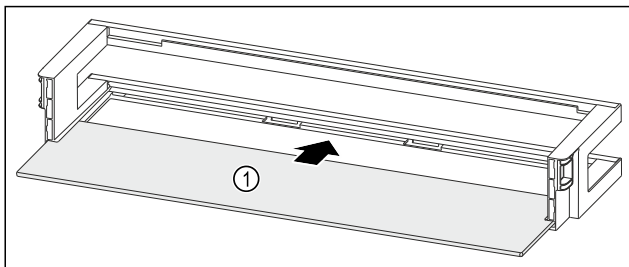

Fig. 66 Deurrek met draagplateau
- Draagplateau Fig. 66 (1) in de zijdelingse uitsparingen schuiven.